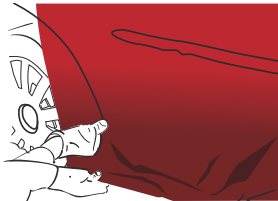

Abbildung 08
- › Erhebung mit dem Finger oder mit einer mit Wollfilz überzogenen Kunststoffraker andrücken. (Abb. 08)